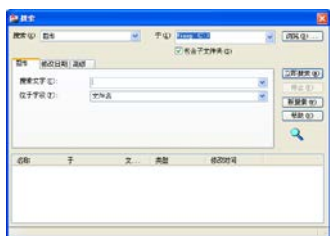

图 8.44 【图形】选项卡
- 【图形】选项卡：使用该选项卡可提供按【文件名】、【标题】、【主题】、【作者】或【关键字】查找图形文件的条件，如图 8.44 所示。